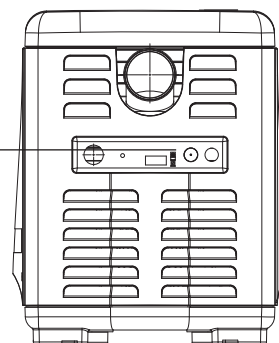

Figure 32.
2. Trouver le petit trou dans le panneau d'échappement pour passer le câble RS-485. Utiliser une fraise foret de 1/8 po pour percer un trou dans le panneau d'échappement afin de passer les fils RS-485. **Voir la figure 32.**